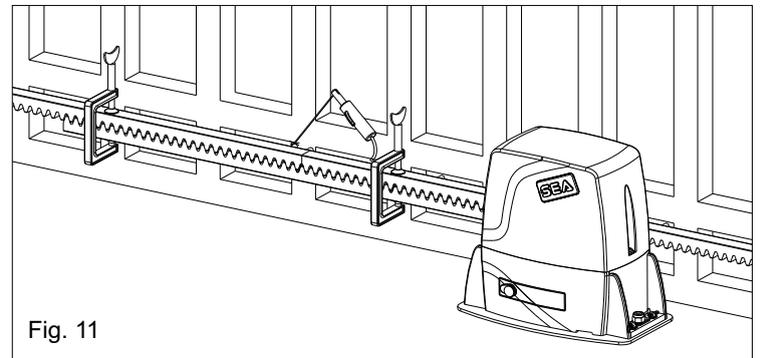

Fig. 11
6.4. Controlar que todos los elementos de la cremallera resulten perfectamente alineados y posicionados correctamente (dentaduras en fase). Se aconseja de contraponer a dos elementos sucesivos un tercer elemento como indicado en la Fig. 11;